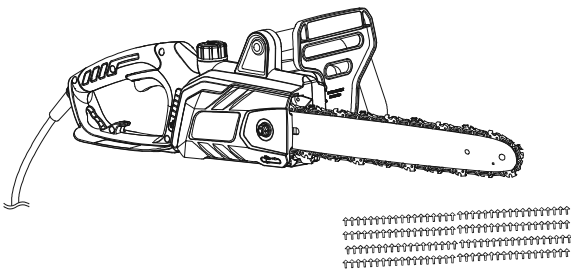

Fig. 10
1. Certifique-se de que a guia (13) e a corrente (12) estão colocadas quando verificar a distribuição de óleo.
2. Ligue o produto, mantenha-o a funcionar sem carga e verifique se o óleo para correntes é distribuído conforme demonstrado na figura (Fig. 10, 11).